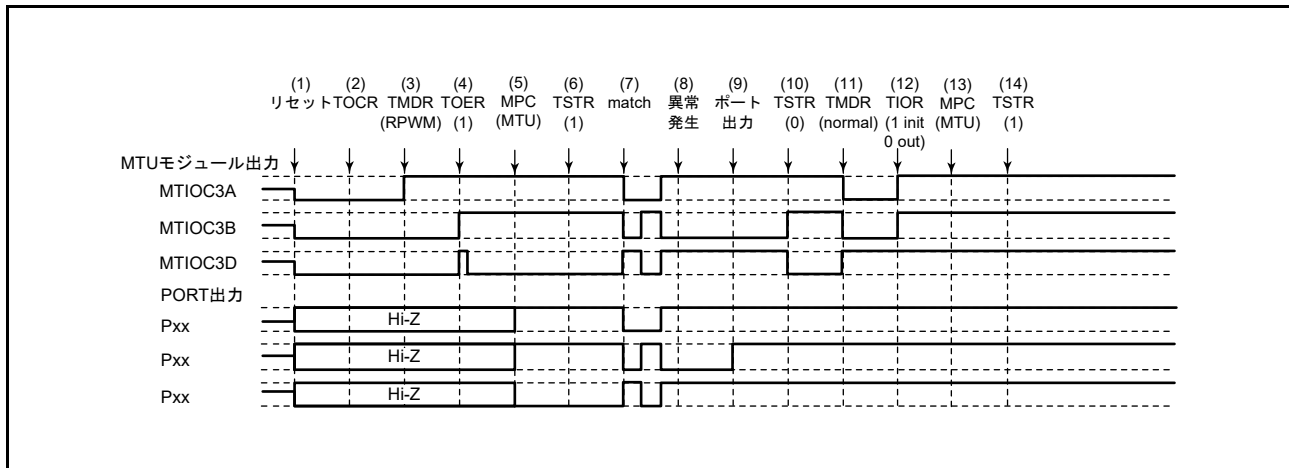

図 22.152 リセット同期 PWM モードで異常が発生し、ノーマルモードで復帰する場合
リセット同期 PWM モードで異常が発生し、再設定後ノーマルモードで再スタートする場合の説明図を図 22.152 に示します。
(1) ~ (10) は図 22.152 と共通です。
(11) PWM モード 1 を設定してください (MTU 出力は正相側が Low、逆相側が High となります)。
(12) TIOR レジスタで端子を初期化してください。なお、PWM モード 1 では MTIOCnB (MTIOCnD) 端子に波形が出力されません。出力すべきレベルがある場合は、I/O ポートのポート方向レジスタ (PDR)、ポート出力データレジスタ (PODR) で汎用出力ポートの設定をしてください。
(13) MPC と I/O ポートのポートモードレジスタ (PMR) で MTU 出力としてください。
(14) TSTR レジスタで再スタートします。
- (11) TOER レジスタで MTU3、MTU4 の出力を禁止してください。
- (12) TOCR レジスタで相補 PWM モードの出力レベルと周期出力の許可 / 禁止を選択してください。
- (13) 相補 PWM を設定します (MTU の周期出力端子は Low になります)。
- (14) TOER レジスタで MTU3、MTU4 の出力を許可してください。
- (15) MPC と I/O ポートのポートモードレジスタ (PMR) で MTU 出力としてください。
- (16) TSTR レジスタで再スタートします。
(11) MPC と I/O ポートのポートモードレジスタ (PMR) で MTU 出力としてください。
(12) TSTR レジスタで再スタートします。
(13) コンペアマッチの発生によりリセット同期 PWM 波形を出力します。